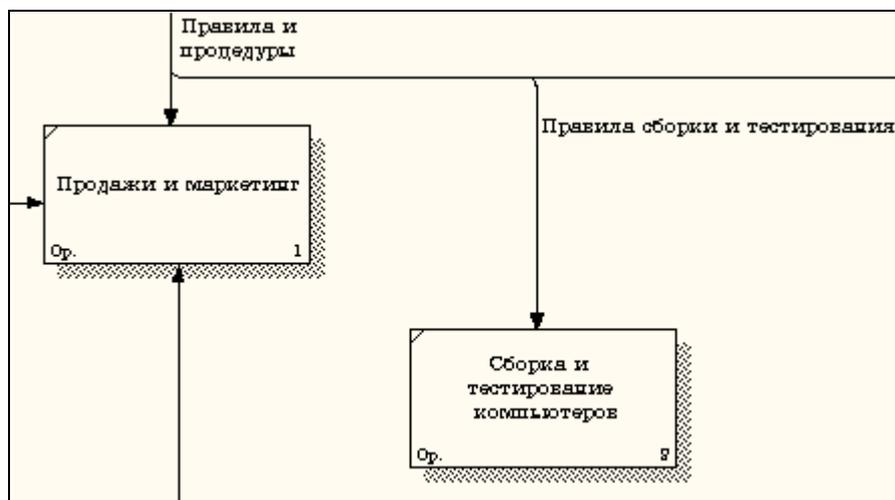

Рисунок 2.6 - Стрелка "Правила сборки и тестирования"
- 5 Правой кнопкой мыши щелкните по ветви стрелки управления работы "Сборка и тестирование компьютеров" и переименуйте ее в "Правила сборки и тестирования" (рисунок 2.6).